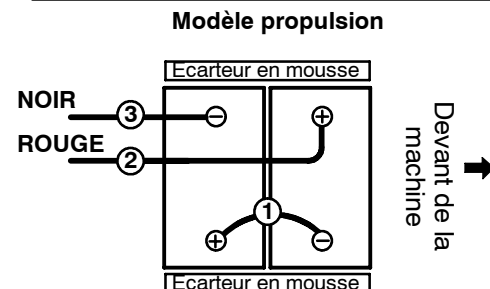

FIG. 2
3. Placez avec précaution les batteries dans le chariot du compartiment de batteries et disposez les cosse des batteries comme illustré (Figure 2). Insérez les deux écarteurs en mousse près des batteries, comme illustré.